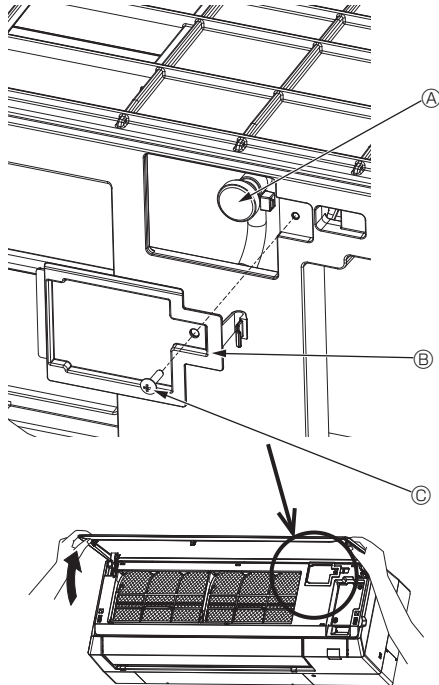

Fig. 7-1
7.2.2. Vanne de purge de l'appareil intérieur (Fig. 7-1)